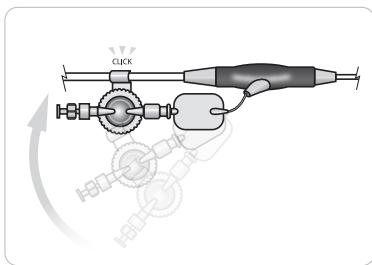

Figure 3.5
6. Enclenchez le clip de purge (situé sur le réservoir de pression du bras latéral transparent) sur le câble de connexion (voir Figure 3.5). **Remarque :** il est important d'enclencher le clip en plastique, situé sur le réservoir de pression, sur le câble de connexion pour éviter que la tubulure ne s'entortille.